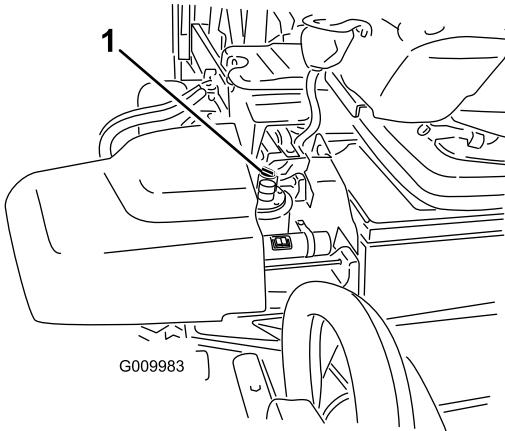

図 17
3. 油圧オイルタンクの注油口周辺をきれいに拭き、キャップ図 17 を外す。給油口からキャップを取りる。